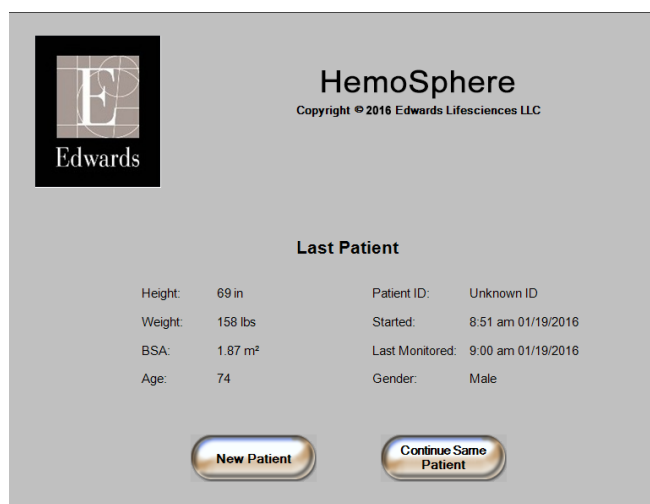

Рис. 6-1 Экран нового пациента или продолжения мониторинга
После включения системы пользователь может либо продолжить мониторинг последнего пациента, либо начать мониторинг нового пациента. См. рис. 6-1 ниже.
- 1 После включения монитора появляется экран нового пациента или продолжения мониторинга (рис. 6-1). Коснитесь кнопки **New Patient** (Новый пациент) и перейдите к шагу 6.